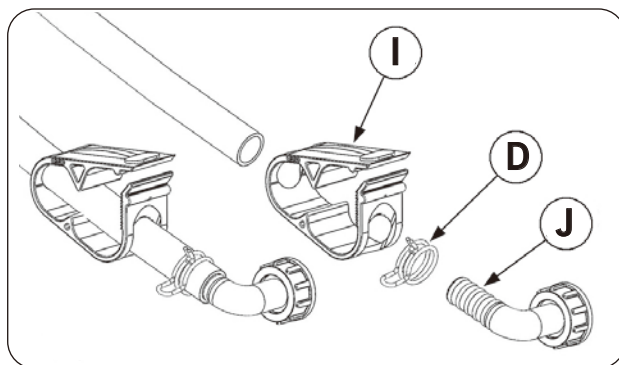

図5
7) ホースに、ホース締付用クランプ (図5のI)、ホース固定用クリップ16mm (図5のD) を通しておきます。
そのホースに継手 (図5のG) を取り付け、継手の所をホース固定用クリップ16mm (図5のD) で固定します。